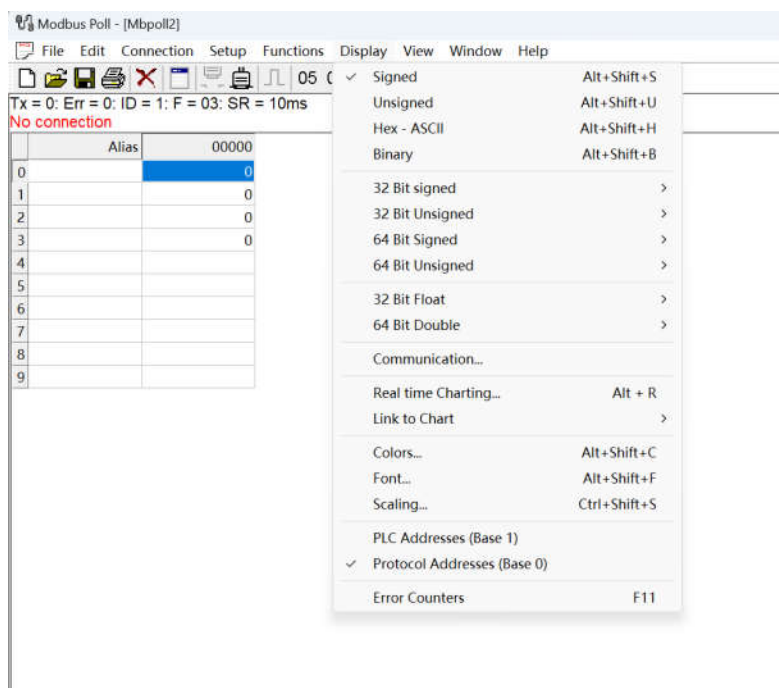

图 7—点击 Communication 菜单，查看通讯报文
2、点击 Communication 菜单，可查看通讯报文，如图 7 所示：